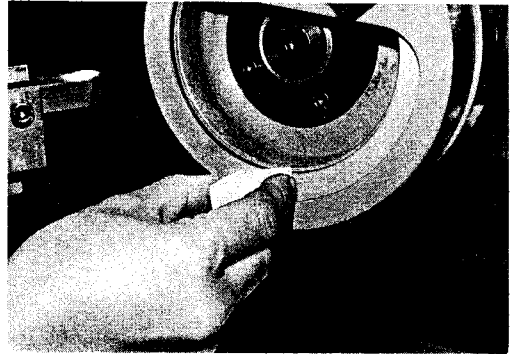

図1-13 WAスティックによるドレッシング
(1) 主切れ刃を研削する。
- ① 砥石の起動スイッチおよび研削液スイッチをONにする。
- ② 旋回台移動ハンドル（切込みハンドル）で切込みを与え研削を行う。
- ③ 約30秒間押しつけた後、切込みを戻し、急速前後進レバーで砥石を戻し、ダイヤモンド砥石のドレッシングを行う。
- ドレッシングは粒度# 300~400のWAスティックを手で保持して行う（図1-13）。
- ④ 研削とドレッシングを2~3回くり返す。
- ⑤ 切れ刃部の研削状態を調べる。
- 削り残しがある場合は、①~⑤の作業をくり返す。